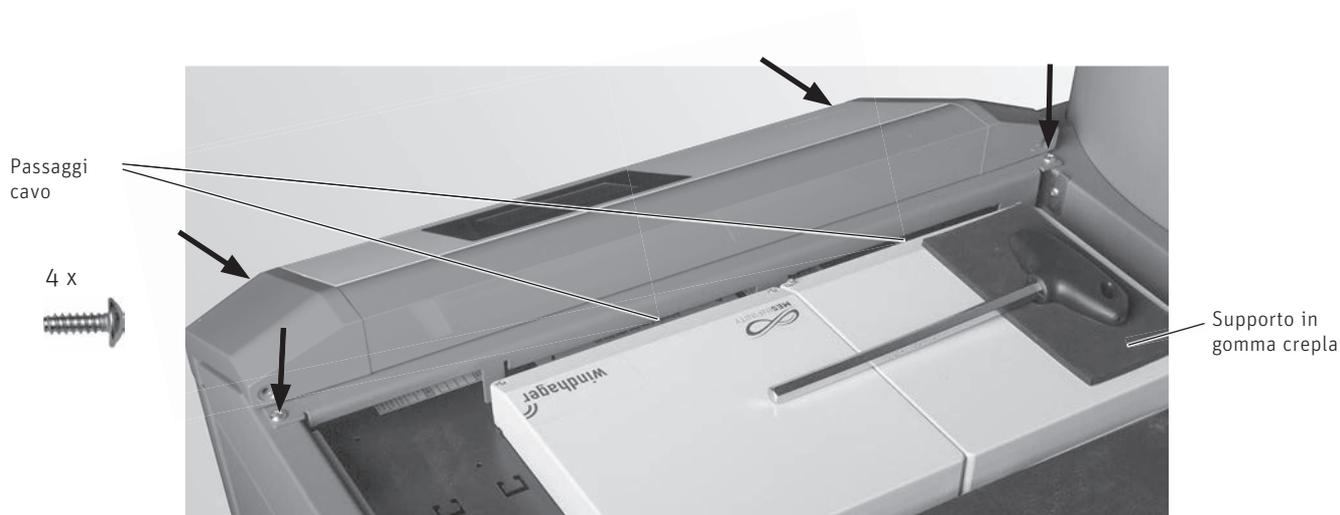

Fig. 97 Infilare il pannello di comando e avvitarlo
- Nel pannello di comando piegare i passaggi cavo verso l'interno, infilare il pannello di comando e fissarlo con 4 viti autofilettanti – Fig. 97.
- Incollare il supporto in gomma crepla per la chiave a brugola – Fig. 97.